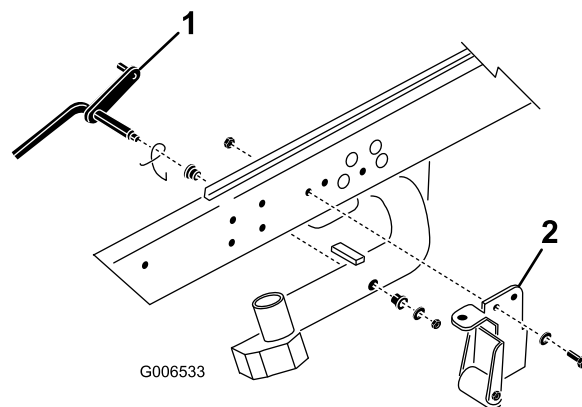

Figura 9
- Retire a porca de bloqueio e a anilha que fixam a haste de articulação ao braço de elevação nº 2 (Figura 9). Retire a haste de articulação e a mola do braço de elevação. Repita o procedimento para os braços de elevação nº 1 e nº 3.
quando se trabalha com unidades de corte DPA (Figura 9). Podem ser retirados, se se quiser.